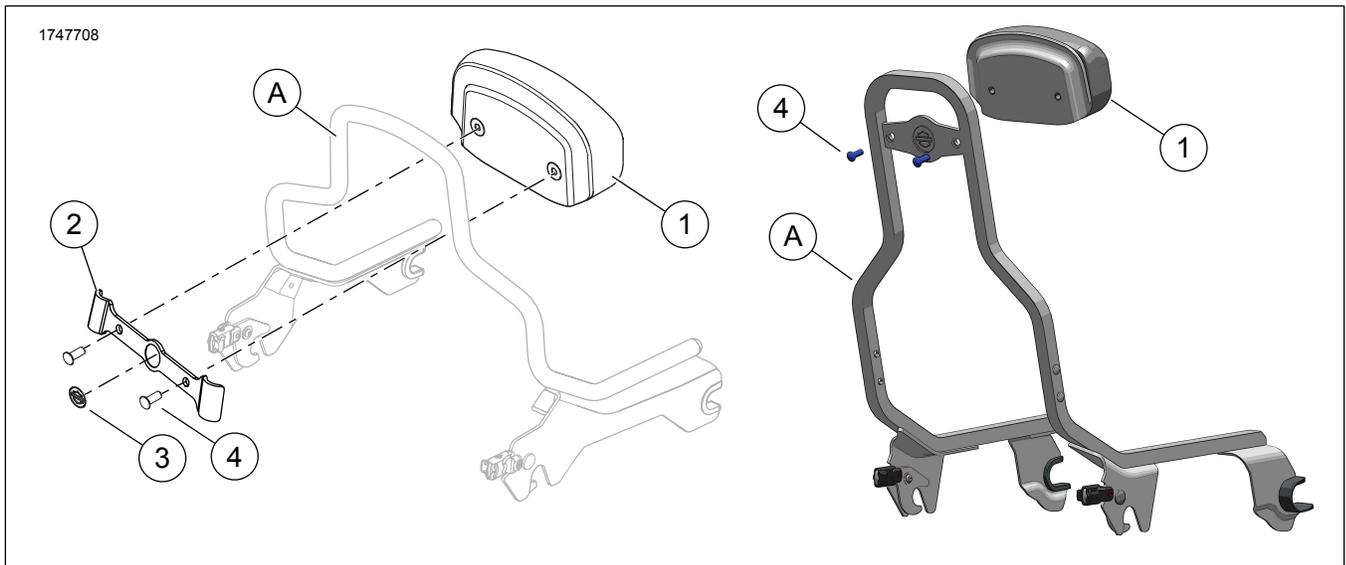

Figura 1. Contenido del kit: Kit de almohadilla compacta del respaldo
1. Figura 1 Coloque la almohadilla del respaldo (1) de modo que el contorno en la base se alinee con la parte superior de la barra Sissy vertical OE (A).
- *Los laterales de la pieza de soporte (3) no son simétricos. El ancho en la parte superior es más estrecho que el ancho en la parte inferior.*
- *Utilice una mezcla de 50:50 de una solución de alcohol isopropílico y agua para limpiar a fondo la superficie de la pieza vertical OE (A) antes de instalar la pieza de soporte (2). Dejar que se seque por completo. Instale a temperatura ambiente. 10–32 °C (50–90 °F)*
2. Quite el respaldo adhesivo de los lados izquierdo y derecho de la pieza de soporte (3).
3. Figura 1 Coloque la pieza de soporte de montaje contra la almohadilla de modo que la barra Sissy vertical OE (A) esté entre la almohadilla (1) y la pieza de soporte (2).
4. Posicione y presione la pieza de soporte (2) firmemente sobre la barra Sissy vertical OE (A).
1. Figura 1 Utilice una mezcla de 50:50 de una solución de alcohol isopropílico y agua para limpiar a fondo la superficie de la barra Sissy vertical OE (A) antes de instalar la pieza de soporte (2). Dejar que se seque por completo. Instale a temperatura ambiente.
1. Figura 1 Si es necesario, corte el sello de lluvia de plástico y retírelo de los orificios precortados para tornillos en la almohadilla del respaldo (1) para evitar que el plástico se enganche en las roscas.
2. Coloque la almohadilla del respaldo (1) de modo que el contorno en la base se alinee con la parte superior de la barra Sissy vertical OE (A).
- *Figura 1 Utilice una mezcla de 50:50 de una solución de alcohol isopropílico y agua para limpiar a fondo la superficie de la barra Sissy vertical OE (A) antes de instalar la pieza de soporte (2). Dejar que se seque por completo. Instale a temperatura ambiente. 10–32 °C (50–90 °F)*
4. Figura 1 Coloque la pieza de soporte de montaje (2) contra la almohadilla (1) de modo que la barra Sissy vertical OE (A) esté entre la almohadilla y la pieza de soporte.
5. Posicione y presione la pieza de soporte (2) firmemente sobre la barra Sissy vertical OE (A).
6. Figura 1 Coloque los tornillos(4). Apretar.
1. Figura 1 Alinee la almohadilla (1) con la pieza de soporte (2).
2. Instale los tornillos (4). Apretar.